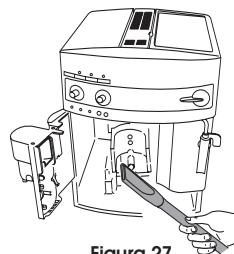

Figura 27
26) y luego elimine los residuos con una aspiradora (Figura 27).